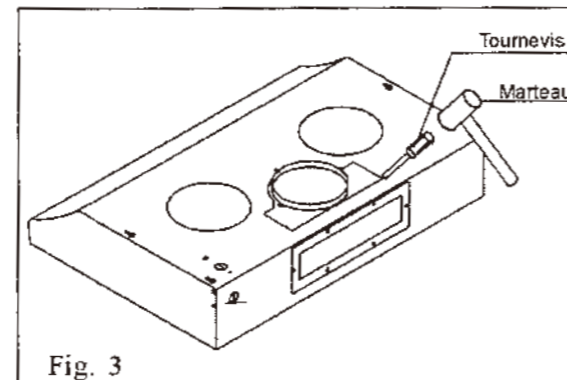

Fig. 3
- Frapper sur la plaque métallique plaque de soupape de forme rectangulaire de l'orifice de ventilation (au dessus) à l'aide d'un marteau et d'un tournevis plat.(Fig.3)
- Frapper sur la plaque métallique de forme rectangulaire de l'aspirail avec un marteau et un tournevis plat. (Fig.3)